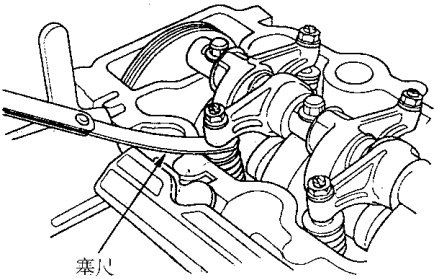

图 2-67 测量气门间隙
4) 如图 2-67 所示，将塞尺插入调整螺钉及气门挺杆端部之间，将其前后滑动，应该能感觉到存在轻微的阻力。